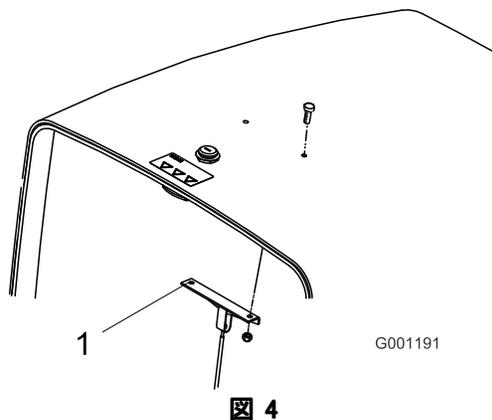

図 4
1. フードケーブルブラケットをフードの裏側に固定しているネジ 2 本とナットを外して捨てる(図 4)。